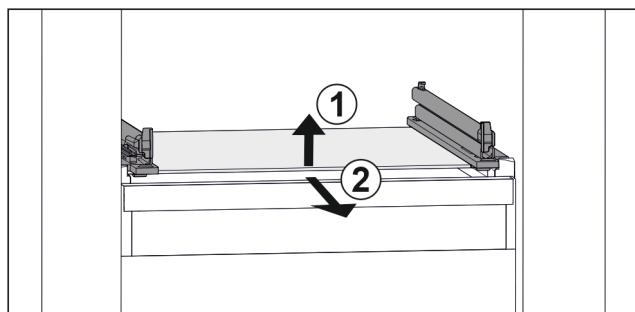

Fig. 88 Primjerni prikaz staklene ploče
- Staklenu ploču podignite sprijeda. Fig. 88 (1)
- Izvadite staklenu ploču prema naprijed. Fig. 88 (2)